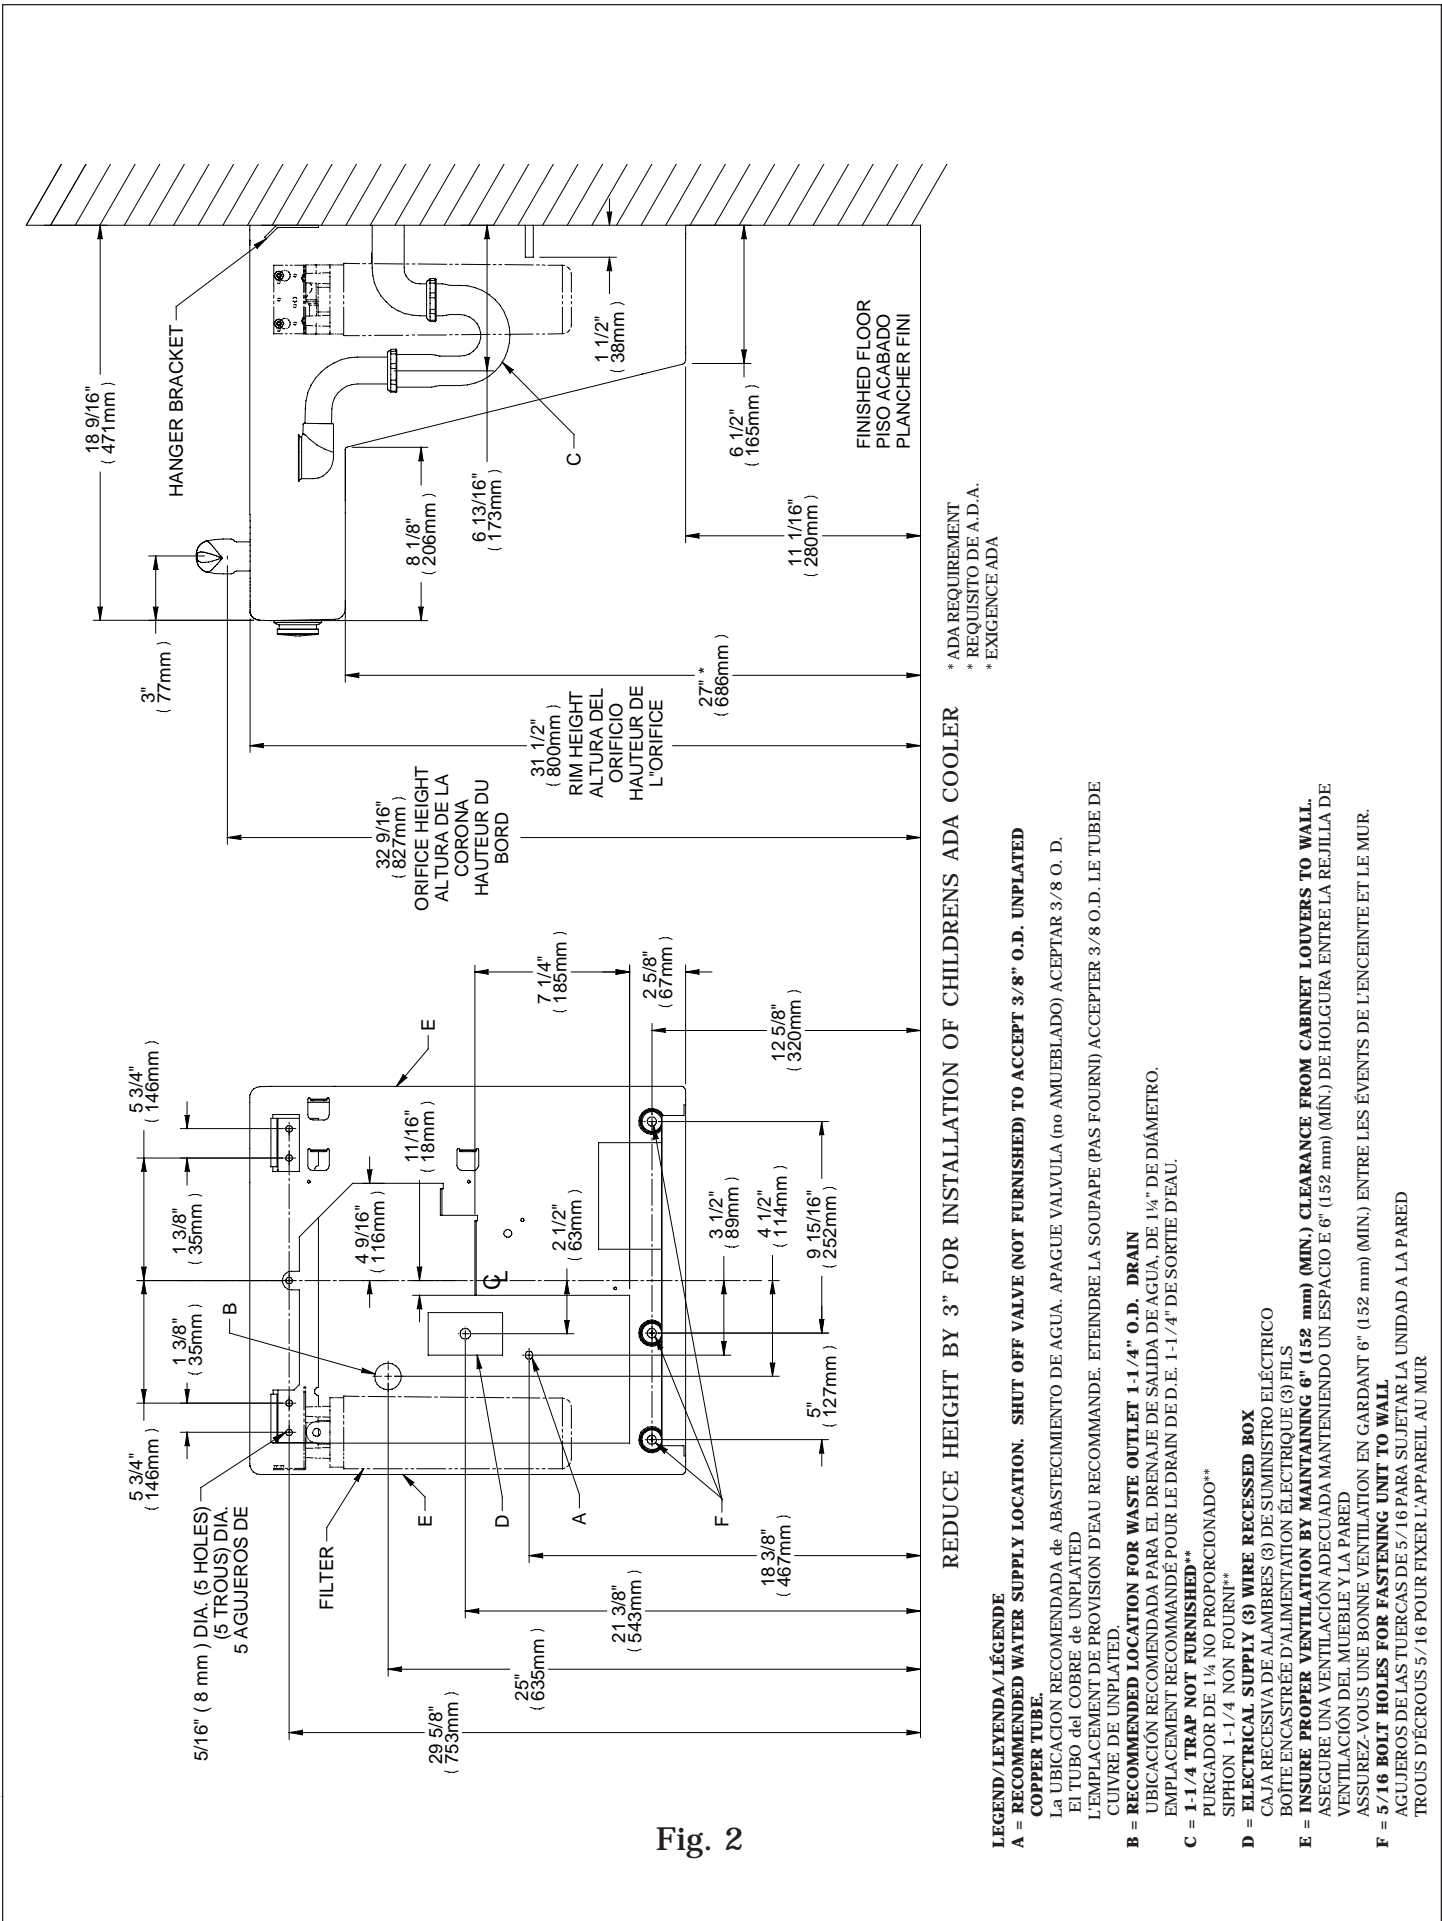

Fig. 2
- 1) Remove hanger bracket fastened to back of cooler by removing one (1) screw.
- 2) Mount the hanger bracket and trap as shown in Figure 2.
- 4) Hang the cooler on the hanger bracket. Be certain the hanger bracket is engaged properly in the slots on the cooler back as shown in Figure 2.
- 5) Loosen the two (2) screws holding the lower front panel at the bottom of cooler base (**Use torx bits sold separately**). Remove the front panel and set aside.
- 7) Remove the slip nut and gasket from the trap and install them on the cooler waste line making sure that the end of the waste line fits into the trap. Assemble the slip nut and gasket to the trap and tighten securely. Recommend fastening cooler to wall using 5/16" bolt holes. (see fig.2, "F")
- 1) Quite el fijador de suspensión sujetados a la parte posterior del enfriador quitando un (1) tornillo.
- 2) Monte el fijador de suspensión y quite el purgador como se muestra en la Fig.2.
- 5) Afloje los dos (2) tornillos que sostienen la parte inferior del panel en la parte inferior de la base (**Utilice los pedacitos torx vendidos por separado**). Quite el panel frontal y póngalo a un lado.
- 7) Saque la tuerca deslizante y empaquetadura del colector e instáelos en la manquera de residuos de la nevera, asegurándose que el extremo de la manquera encaje en el colector. Coloque la tuerca deslizante y la empaquetadura en el colector y apriete firmemente. Recomiende el refrigerador de la cerradura para emparedar usando 5/16" agujero de perno, (véase fig.2, " F").
- 1) Retirez le support de suspension à l'arrière du refroidisseur en enlevant une (1) vis.
- 2) Installez le support et le siphon tel qu'indiqué à la fig. 2.
- 4) Installez le refroidisseur sur le support en vous assurant que ceux-ci sont bien installés dans les fentes à l'arrière du refroidisseur tel qu'indiqué à la figure 2.
- 5) Dégagez les deux (2) vis retenant le panneau inférieur avant au bas de la base (**Employez le peu Torx vendu séparément**). Retirez le panneau avant et mettez-le de côté.
- 7) Retirez l'écrou coulissant et le joint du siphon et les installer sur la conduite de vidange de la fontaine en s'assurant que l'extrémité de la conduite de vidange s'ajuste dans le siphon. Assemblez l'écrou coulissant et le joint sur le siphon et serrez fermement. Recommandez le refroidisseur d'attache pour murer utilisant 5/16" ; trou de boulon, (voir le fig.2, " ; F").